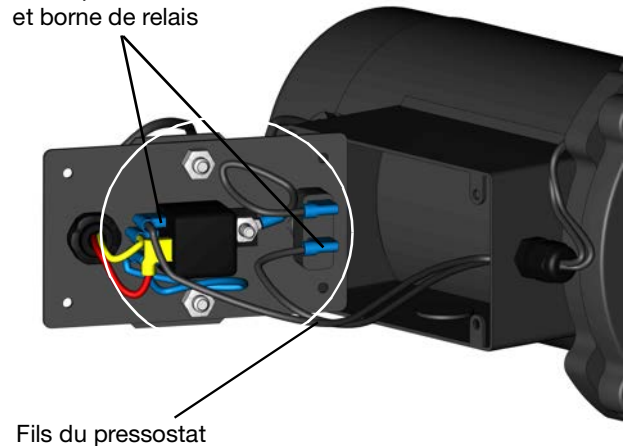

FIG. 16
3. Sertissez les connecteurs à l'extrémité des fils du pressostat (FIG. 16).
5. Connectez les fils du pressostat à l'interrupteur à bascule et à la borne du relais (FIG. 16).